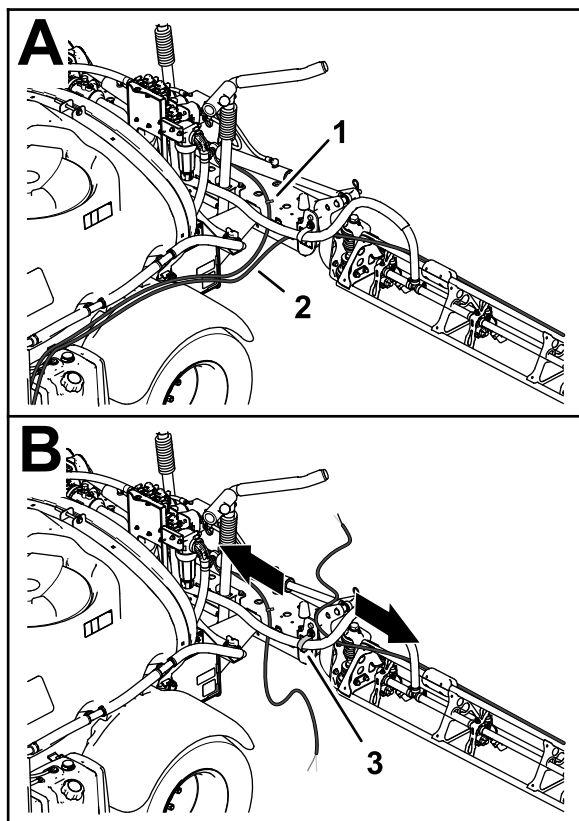

Рисунок 17
2. Проведите трубки пенообразующих насадок в левой и правой секциях опрыскивателя назад и через R-образный хомут рядом с шарнирным креплением секции опрыскивателя (Рисунок 17).